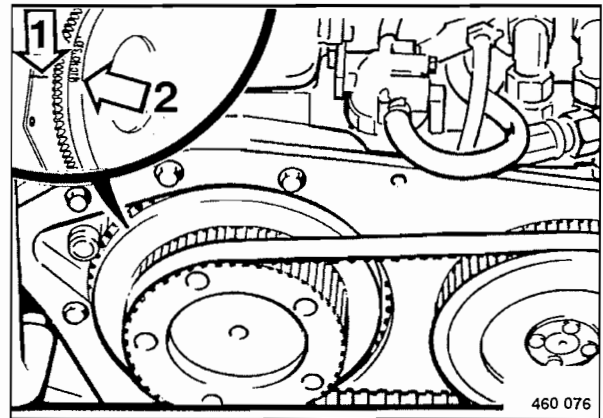

Fig. 116
- La marcación "1TC" 2 (Fig. 116) situada sobre la rueda volante se debe poner en concordancia con la marcación (1) sobre la carcasa.